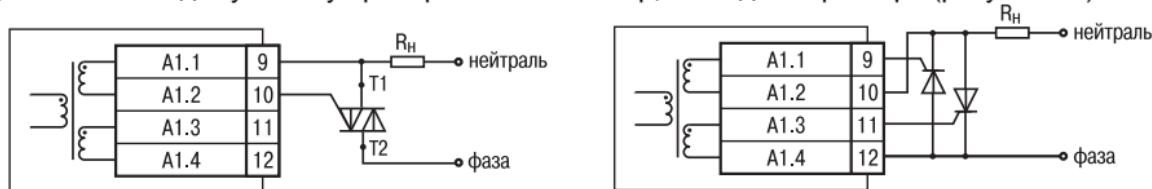

Рисунок 3.5
**3.1.1.5 Импульсный трансформатор** имеет две вторичные обмотки, что позволяет подключать к каждому каналу прибора либо симистор, либо два тиристора (рисунок 3.5).